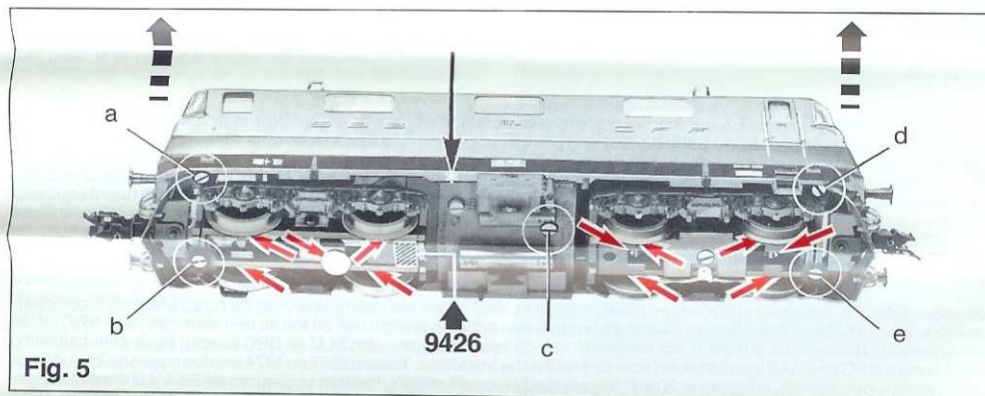

Fig. 5
An der markierten Stelle kann der **Schaltmagnet 9426** eingebaut werden (Fig. 5).
* Dieser Stern bezeichnet die Masse-führende "gemeinsame Seite" der Lok (Fig. 5).
Öffnen: Ein Öffnen der Lok ist nur zum Lampenwechsel, Schleifkohlenwechsel und Ölen der Motor- und Getriebelager erforderlich (Fig. 5).
Ölen: Geölt werden Motor und Getriebe nur an den gekennzeichneten Lagerstellen (Fig. 5, 6, 7).
Current pick-up from the catenary: The slot on the switch should be set at 90° to the direction of travel (fig. 2 and 4). The indicated point can be used for locating the **switching magnet 9426** (fig. 5).
To open: One only needs to open the locomotive, to replace bulbs, to replace carbon brushes, to oil the motor and gear-box axles (fig. 5). Remove the screws **a, b, c, d** and **e**. Carefully lift the body upwards.
Lubrication: The motor and gear-box need only be lightly oiled at the bearing points marked (fig. 5, 6, 7). Only use **FLEISCHMANN** oil **6599**. Only put a tiny drop in each place (→), otherwise it will be overoiled. An applicator needle is located in the cap of the oil bottle for your use.
* This star indicates the so called "common side" of the loco (fig. 5).
L'aimant permanent 9426 peut être monté à l'endroit indiqué (fig. 5).
Le démontage: Le démontage de la locomotive est uniquement nécessaire pour le remplacement des ampoules des balais ainsi que pour le graissage du moteur et des engrenages (fig. 5).
Graissage: Le moteur et les engrenages doivent être huilés uniquement aux endroits indiqués (fig. 5, 6, 7). N'utilisez que l'huile recommandée **FLEISCHMANN 6599**. Une seule goutte par point à lubrifier (→) afin d'éviter tout excès. L'aiguille montée dans le bouchon du petit flacon convient parfaitement à cet usage.
* Cette étoile indique le côté "masse" de la locomotive, qui est "commun" aux deux alimentations ci-dessus (fig. 5).
Op de gemerkte plaats kan de **schakelmagneet 9426** gemonteerd worden (fig. 5).
Het openen van de loc: Het openen van de loc is alleen nodig bij het wisselen van de lampen en de koolborstels, het oliën van de motoren en de tandwielen (fig. 5). De schroeven **a, b, c, d** en **e** verwijderen. De kap van de locomotief loodrecht naar boven trekken.
Olieën: De motor en de aandrijving hoeven alleen op de aangegeven plaatsen geolied te worden (fig. 5, 6, 7). Alleen **FLEISCHMANN**-olie **6599** gebruiken. Een klein druppeltje per smeerpunt (→) is heus voldoende, anders wordt de zaak te vet. Voor een juiste dosering het spuitje gebruiken dat wordt bijgeleverd in het olieflaasje.
* Deze ster kenmerkt de massa-voerende "gemeenschappelijke kant" van de loc (fig. 5).
På de markerade ställena kan **kopplingsmagnet 9426** monteras (fig. 5).
Öppning: Öppning av locket fordras endast vid lampbyte, kolbyte, inoljning av motor- och drivlager och vid byte av koppel (fig. 5). Skruvarna **a, b, c, d** och **e** avlägsnas. Lökkåpan dras rakt upp.
Inoljning: Motor och drev inoljas endast på de visade lagren (fig. 5, 6, 7). Använd bara **FLEISCHMANN**-olja **6599**. Endast en droppe per ställe (→), annars blir det för mycket. Använd nålen, som är fäst i locket till oljeflaskan får dosering.
* Denna stjärna betecknar lokets "viktförande" sida (fig. 5).
Sul posto segnato può essere installato il **dispositivo di comando 9426** (fig. 5).
Apertura: L'apertura della locomotiva si richiede solo per il cambio delle lampade, per la sostituzione delle spazzole di carbone di contatto, per oliare i cuscinetti del motore e dell'ingranaggio (fig. 5). Rimuovere le viti **a, b, c, d** e **e**. Sfilare la carcassa della locomotiva verticalmente in alto.
Lubrificazione: Il motore e l'ingranaggio vengono lubrificati solo nei punti contrassegnati dei supporti (fig. 5, 6, 7). Utilizzare solo olio **FLEISCHMANN 6599**. Usare soltanto una piccola goccia per ogni punto di oliatura (→), altrimenti si rischia di oliare troppo. Per il dosaggio utilizzare l'ago di cui è provvisto il tappo di chiusura del flacone dell'olio.
* Questo asterisco contrassegna il "lato comune" della locomotiva che conduce a massa (fig. 5).